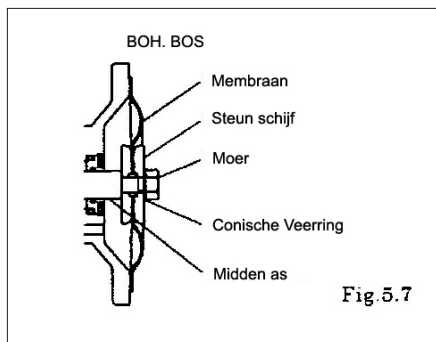

Fig.5.7
- Monteer de membranen met de gewelfde kant naar buiten. (Fig. 5.7)